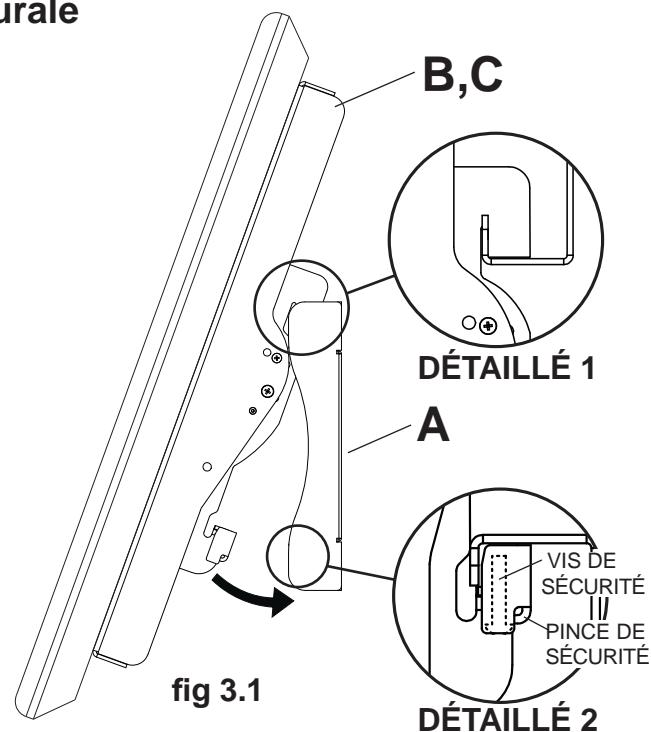

fig 3.1
Montage de l'écran : Accrochez les supports inclinables (B,C) à la plaque murale (A) et faites pivoter l'écran vers l'intérieur comme illustré à la fig. 3.1. **REMARQUE :** Si la pince de sécurité est en contact avec le bas de la plaque murale, desserrez la vis de sécurité à l'aide d'une clé hexagonale (L). Les crochets des supports inclinables doivent être complètement engagés dans la plaque murale comme illustré dans le dessin de détail 1. Serrez les vis de sécurité à l'aide d'une clé hexagonale (L) jusqu'à ce que la pince de sécurité soit fermement appuyée contre le bas de la plaque murale.